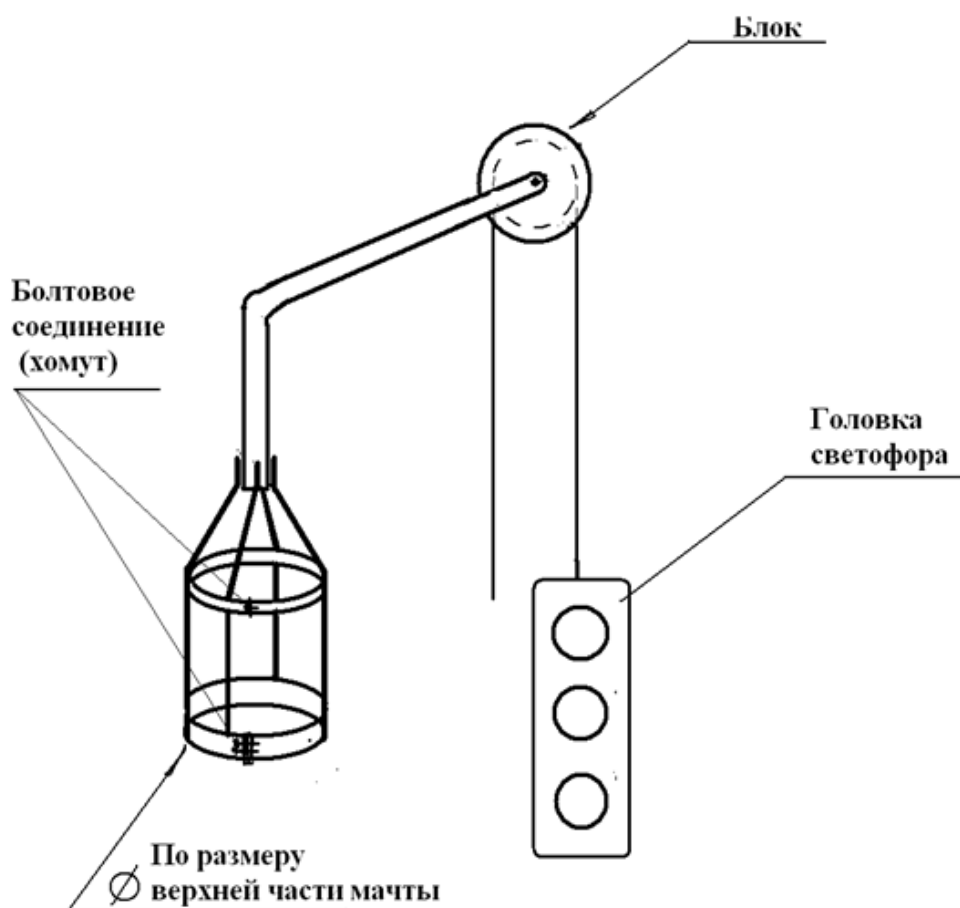

Рис.1. Примерная конструкция устройства для спуска и подъема светофорных головок (световых указателей).
- специальное устройство для установки на мачте светофора, состоящее из оголовника, блока с роликом и троса (стропа) (далее – блок) (см. рис. 1);